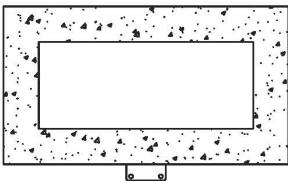

Figura 5
- Marque la posición de los dos agujeros inferiores (ver figura 5).